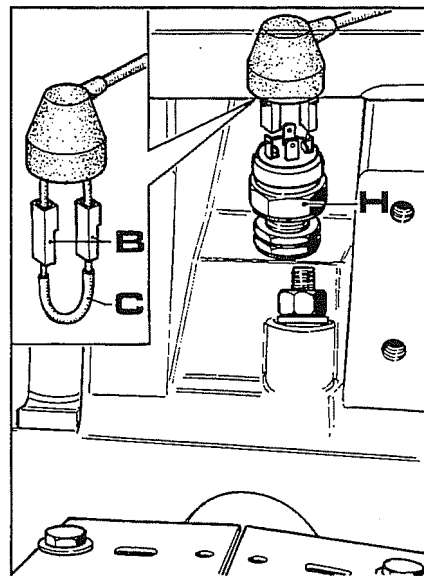

Fig. 8
4. Scollegare i cavi **B** fig.8 dall'interruttore **H** quindi collegarli tra di loro con un ponticello (**C** fig.8). In questo modo se al gruppo elettrovalvole arriva corrente, significa che l'interruttore è da sostituire. In questo caso occorre: